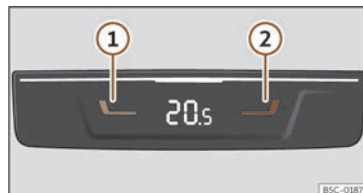

Fig. 118 În partea din spate a consolei centrale: comenzile pentru scaunele din spate.
● Apăsați butoanele ① și ② >>> fig. 118 pentru a regla zonei din spate.